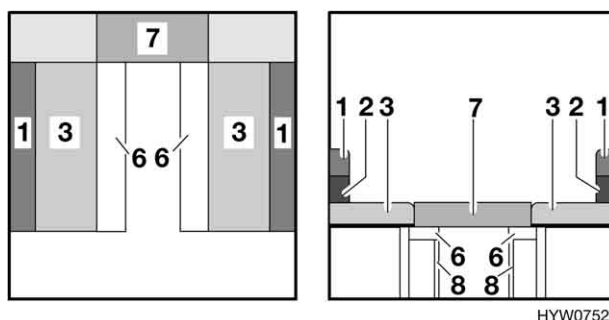

Fig. 44 Durante la trasformazione
- Inserire il cuscino aggiuntivo (Fig. 44,7).
- Estrarre in parte i telai portamaterasso (Fig. 44,6).
- Aprire i quattro puntelli (Fig. 44,8).
- Separare la parte superiore (Fig. 44,1) da quella inferiore (Fig. 44,2) del secondo cuscino dello schienale.